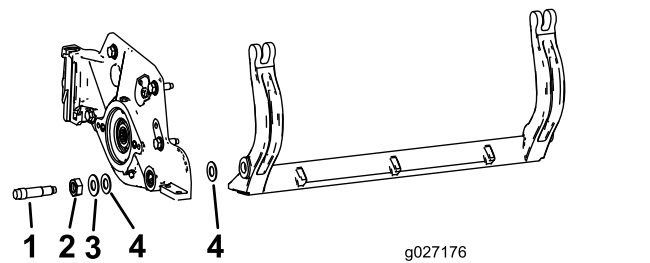

Figura 25
Guarde las 2 arandelas de nylon y la arandela de acero troquelado de cada extremo de la barra de asiento (Figura 25).
3. Coloque una arandela de nylon en cada lado del saliente de la placa lateral. Coloque una arandela de acero por fuera de cada arandela de nylon (Figura 25).